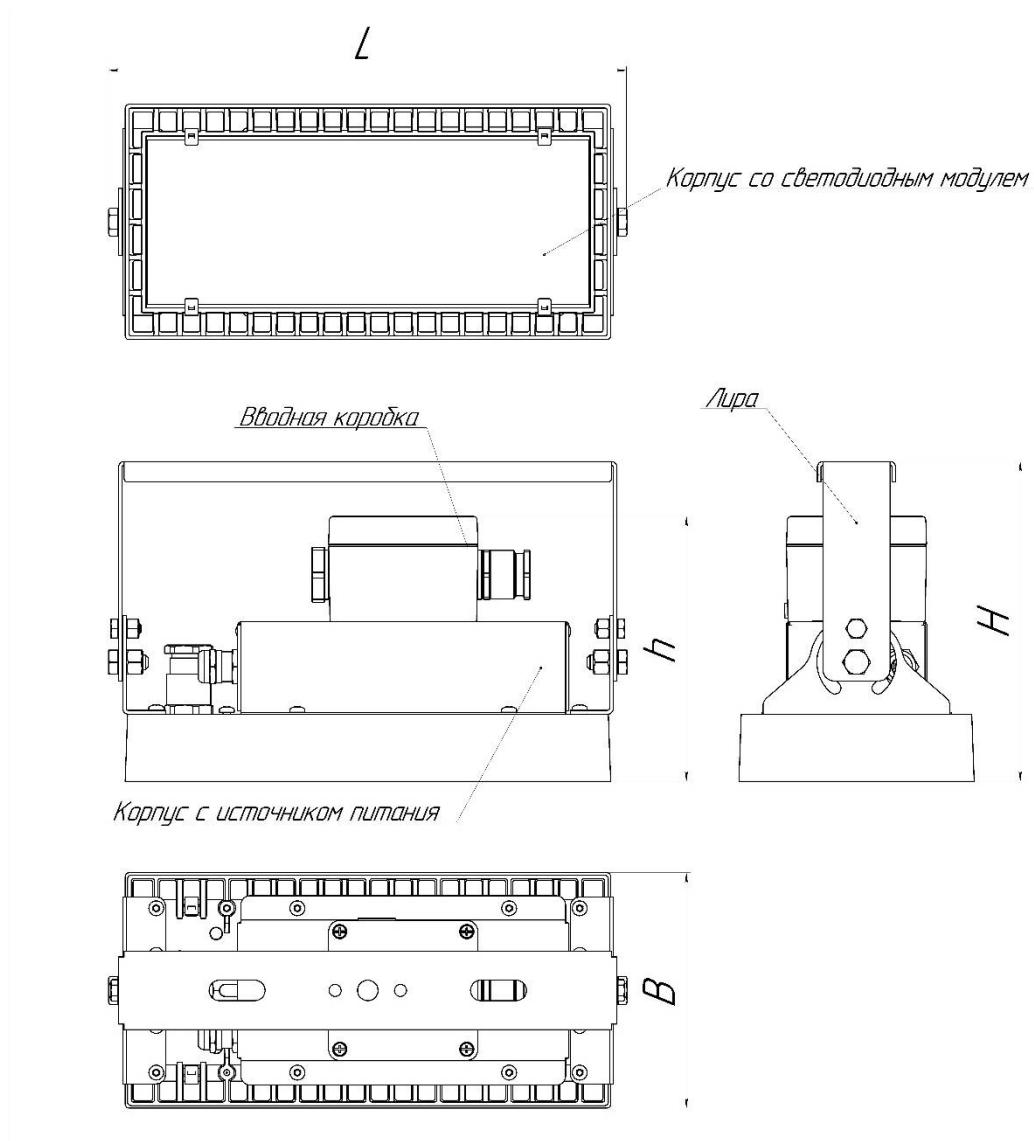

Рисунок 1 - Габаритные размеры светильника ДСП36-10, 35, 55.
- На вводной коробке открыть крышку (смотри рисунок 1,2);
- Завести подключаемый кабель светильника внутрь вводной коробки через проходной герметичный сальник (смотри рисунок 1, 2);